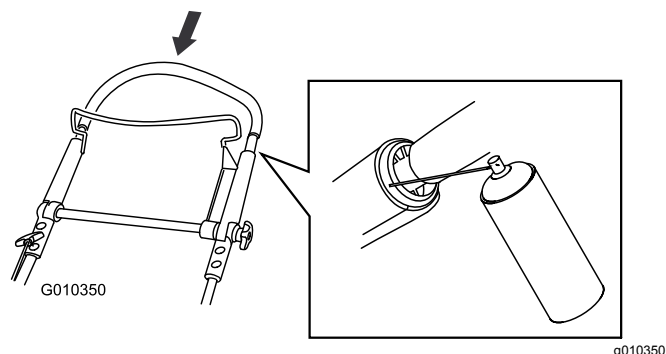

Bild 47
2. Drücken Sie den oberen Holm ganz nach unten und sprühen Sie die innere Kunststoffoberfläche des äußeren Holms ein (Bild 47).